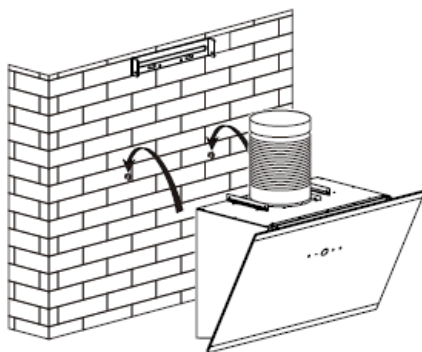

Bild 4
- Hängen Sie die Dunstabzugshaube in der festen Position an die Wand, stellen Sie die Position der Dunstabzugshaube ein und befestigen Sie die Dunstabzugshaube mit 2 Stück ST4*30mm Sicherheitsschrauben. Hinweis: Die beiden Sicherheitsöffnungen befinden sich auf der Rückseite des Gehäuses und haben einen Durchmesser von 6 mm. Siehe Bild 4&6.